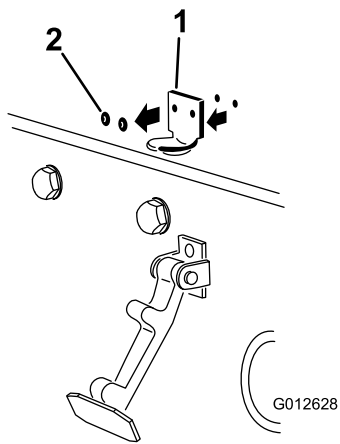

Figure 8
2. Retirez les 2 rivets qui fixent le support du loquet au capot (Figure 8).